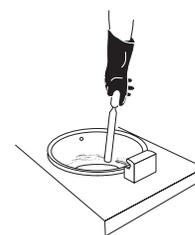

ILUSTRACIÓN 15
9. Limpie la freidora tras cada tanda. Raspe las costras de la olla con la espátula (suministrada) (Ilustración 15). Cepille las resistencias por delante y por detrás con el cepillo de teflón blanco (suministrado). Elimine el exceso de humedad de la tapa con un paño seco.
2. **Raspe las costras** de la olla con la espátula y cepille las resistencias (Ilustración 15).